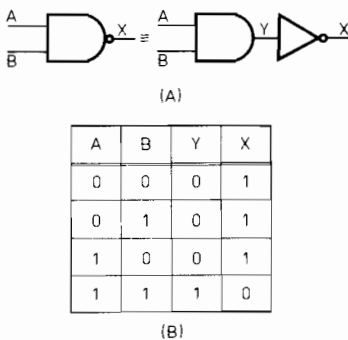
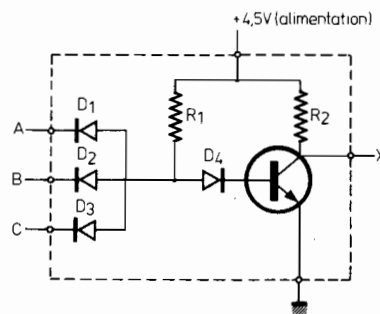

Fig. 13. - Représentation d'une porte NAND, avec sa table de vérité.
Fig. 14. - Porte NAND (DTL).
çaise est « NON-ET ». Cette fonction peut être réalisée par une porte ET suivie d'un inverseur (NON) (fig. 13). Pour établir la table de vérité on raisonne d'abord avec la porte ET seule dont la sortie (Y) sera ensuite complémentée.
Pour la réalisation pratique, nous pourrions très bien utiliser des diodes suivies par un transistor faisant la fonction d'inverseur. La figure 14 montre ce que serait ce circuit NAND à 3 entrées, c'est en fait une porte NAND en technique DTL.
Nous avons vu dans l'article sur les transistors qu'un transistor peut être comparé à deux diodes branchées en série. Les diodes à l'entrée d'un DTL (fig. 13) sont remplacées dans un TTL par un transistor multi-émetteur T_1 (fig. 14). Celui-ci est suivi par un transis-
Il reste à brancher les deux entrées du NAND et expérimenter la table de vérité de cette porte (fig. 13). Pour la première ligne de cette table, les broches 12 et 13 doivent être reliées à la masse. La sortie X doit être alors au niveau 1 et la LED doit s'allumer. Celle-ci ne sera éteinte que si A et B sont au niveau 1 (+ 5 V).